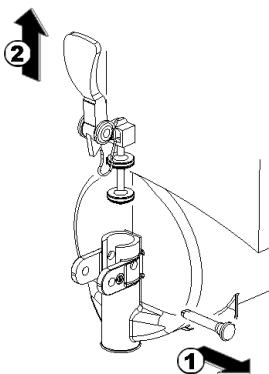

Bild 10
- 5 Den Ablasshahn in der gezeigten Reihenfolge zerlegen (Bild 10).
- 3 Den Hahn auf dem Behälter wieder zusammensetzen. Dabei die zur Demontage durchgeführten Schritte in umgekehrter Reihenfolge ausführen (Bild 10).